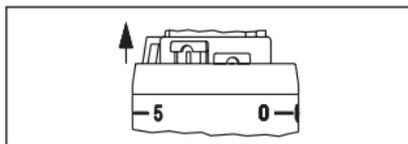

Fig. 7
1. Far scorrere le clip di limitazione dalla «posizione di sicura» (tra il numero di impostazione «5» e «0», Fig. 7) con un'aiuto di un attrezzo idoneo o un perno.